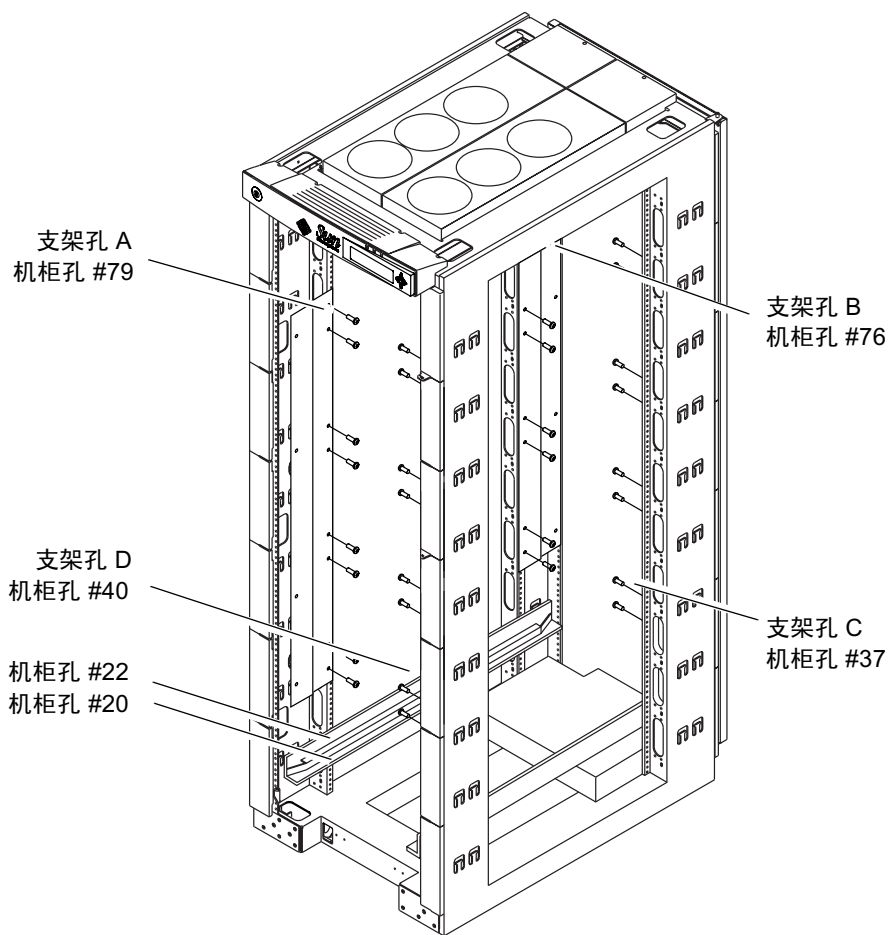

图 1-3 将机柜支架和滑轨添加到 Sun Fire 机柜
- 图 1-3 将机柜支架和滑轨添加到 Sun Fire 机柜 1-4
滑轨完全相同，因此可以随意安装在系统的任意一侧。如图 1-3 所示。
有关孔的标记名称，请参阅图 1-3。将字母标记的孔对齐之后，支架上其余的孔将与机柜上的孔对齐。